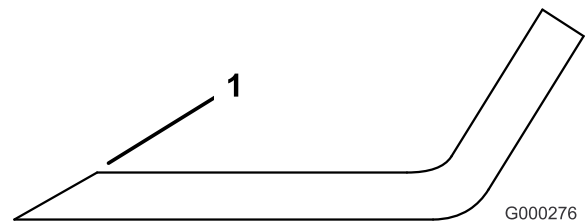

Figura 89
- Inspeccione los filos de todas las cuchillas. Afílelos si están romos o tienen mellas. Afile únicamente la parte superior del filo y mantenga el ángulo de corte original para asegurar un filo correcto (Figura 89). La cuchilla permanecerá equilibrada si se retira la misma cantidad de metal de ambos bordes de corte.